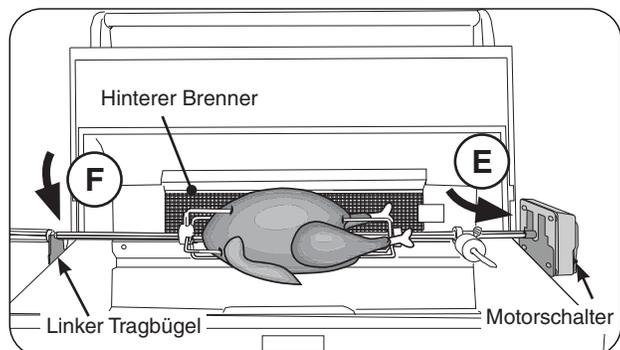

Abb. 30-4 Befestigen Sie die Rotisserie-Stange am Motor
9. Schieben Sie das Gegengewicht auf dem Arm nach oben oder unten, bis der Spieß am gleichmäßigsten dreht, und ziehen Sie dann die Flügelschraube fest (siehe Abb. 30-4, D).
10. Führen Sie das spitze Ende der Stange in die Motorantriebsbuchse ein (siehe Abb. 30-4, E). Setzen Sie dann die Stangennut (neben dem Knopf) in die linke Halterung ein (siehe Abb. 30-4, F).